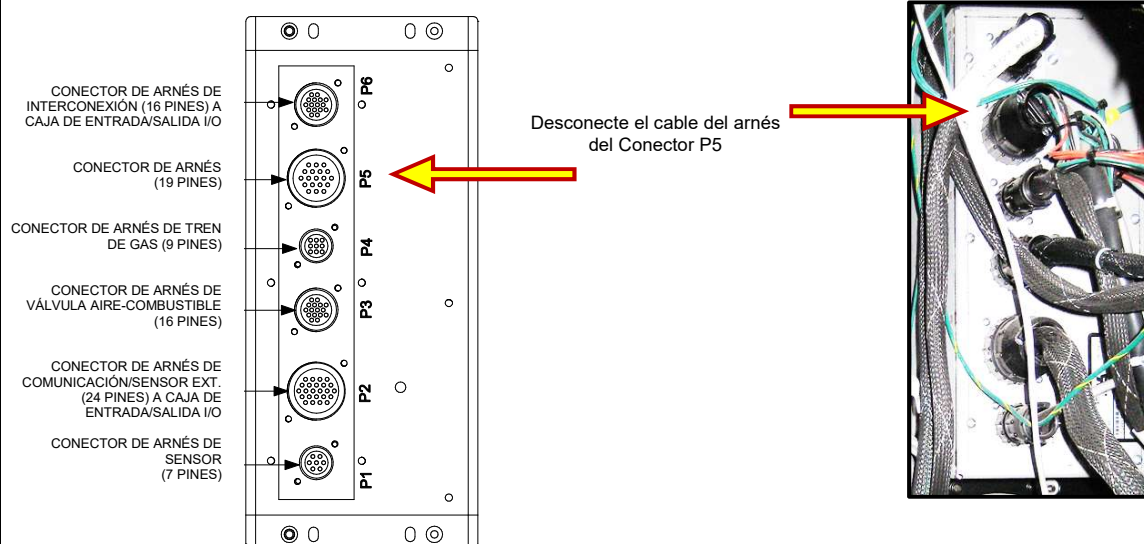

Figura 6-13: Retire el cable del arnés del conector P5 en el panel frontal C-More.
2. Retire el conector del cable del arnés (macho) del conector P-5 (hembra) en el panel trasero del Controlador C-More (ver Figura 6-13).